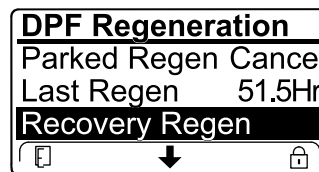

Figure 48
- Si le calculateur moteur n'a pas demandé de régénération d'urgence et que vous naviguez jusqu'à l'option RECOVERY REGEN, la régénération d'urgence se bloque et l'icône de blocage (Figure 48) apparaît en bas à droite de l'InfoCenter.